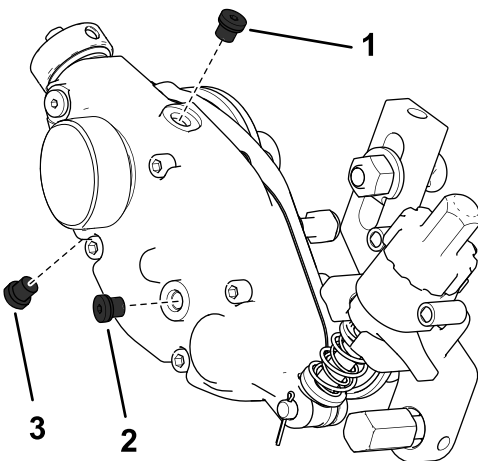

Figura 32
2. Retire el tapón de vaciado en la parte inferior de la carcasa (Figura 32).
3. Retire el tapón de llenado del lado de la carcasa y afloje el tapón de ventilación de aire en la parte superior, de modo que pueda pasar el aire (Figura 32).